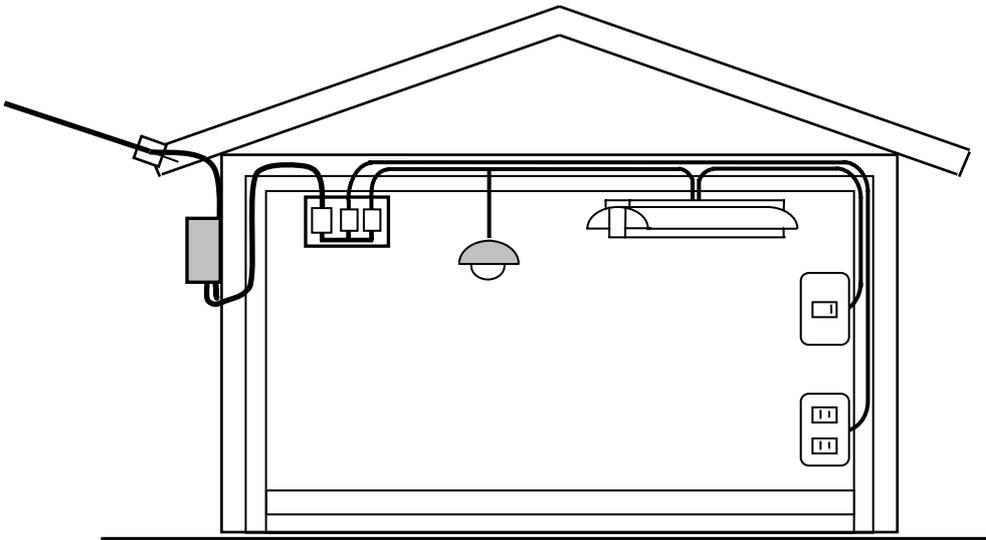

図1 低圧屋内配線例
- 図1のような低圧屋内配線を想定した図2に示す低圧屋内配線工事の作業において、
- (1) 作業準備から竣工検査までの作業工程計画書を作成しなさい。
- (2) 指定された材料を使用し、施工条件に従って完成させなさい。
- (3) 完成後、担当指導員とともに、各試験を行いなさい。
- ①目視点検、②絶縁抵抗測定、③導通試験、④通電試験